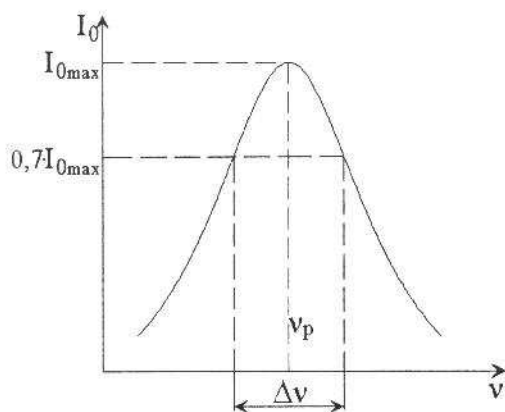

Рис. 2
2. По резонансным кривым определите в каждом случае ширину резонансной кривой $\Delta\nu$, соответствующую значению $I_0 = 0,7 \cdot I_{0 \max}$ (рис. 2), и добротность колебательного контура $Q = \nu_p / \Delta\nu$.